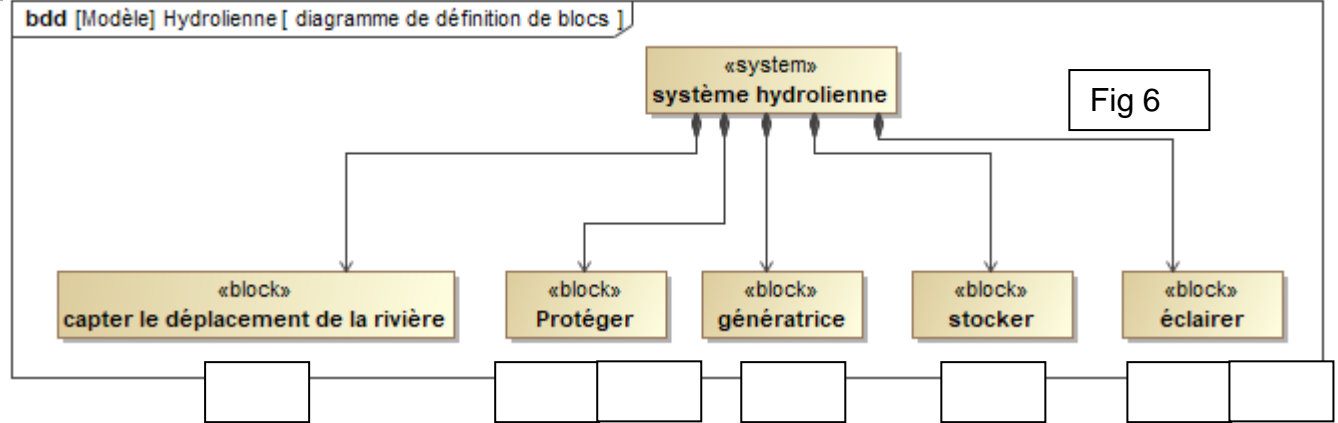

Fig 6
c) Associe chaque bloc du diagramme de définition de blocs (fig 6) à la bonne solution technique (photos ci-dessous fig 5) en positionnant les bons numéros en dessous de chaque bloc sur la figure 6.